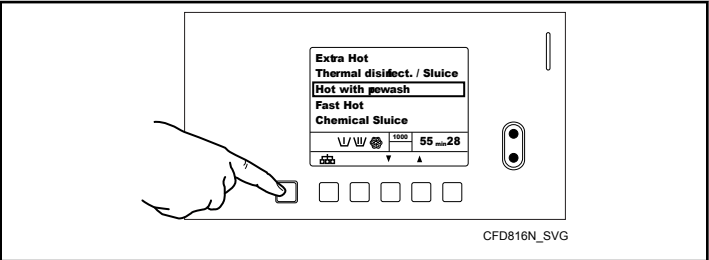

图 16
6. 启动周期，请按下 Start/Stop (启动/停止) 键。参见图 16。